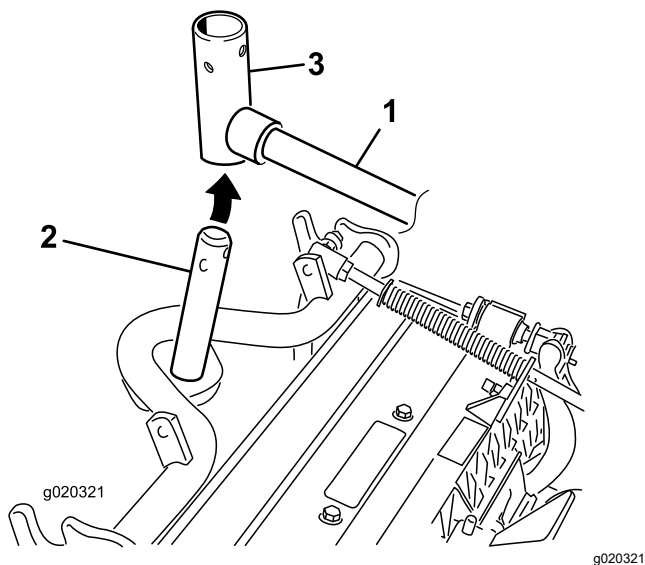

Figure 7
8. Pour les unités de coupe avant, poussez une unité de coupe sous le bras de levage tout en insérant l'arbre du bâti porteur dans la chape de pivot du bras de levage (Figure 7).
- B. Insérez la chape du bras de levage sur l'arbre du bâti porteur (Figure 7).